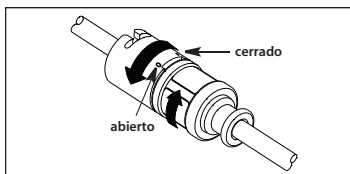

Figura 9
b. Si utiliza un protector de contaminación del catéter con un adaptador TwistLock, gire la mitad superior del conector distal en sentido horario para bloquear el catéter en su sitio. Recolecte el extremo proximal del protector del catéter según desee. Gire las mitades superior e inferior en direcciones opuestas para bloquearlo en su sitio. Pruebe el adaptador tirando suavemente del catéter para asegurarse de que sujeta correctamente el catéter (consulte la figura 9).